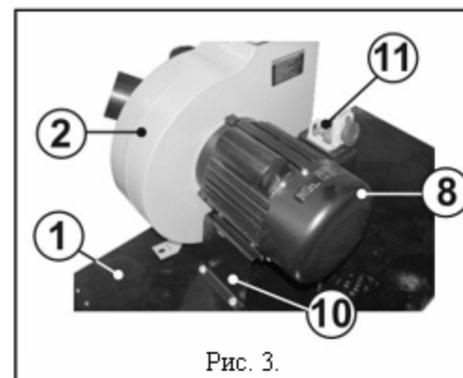

Рис. 3.
- 8.2. Прикрепив болтами к двигателю (8) его основание (10), закрепите болтами на основании (1) корпус вентилятора (2) с двигателем (8) на основании (10) и магнитным пускателем (11), Рис.3. 4.
ВНИМАНИЕ: Перед включением пылесоса в розетку, всегда нужно удостовериться, что кнопка пуска магнитного пускателя (11) Рис.3 находится в исправном состоянии.